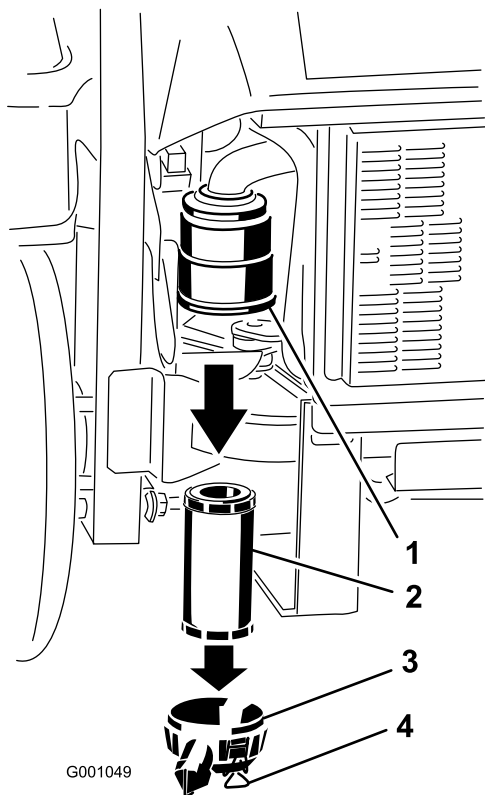

Figura 45
3. Abra los cierres del limpiador de aire y tire de la tapa de la entrada de aire para separarla del cuerpo del limpiador de aire (Figura 45).
5. Extraiga con cuidado el filtro del cuerpo del limpiador de aire (Figura 45).